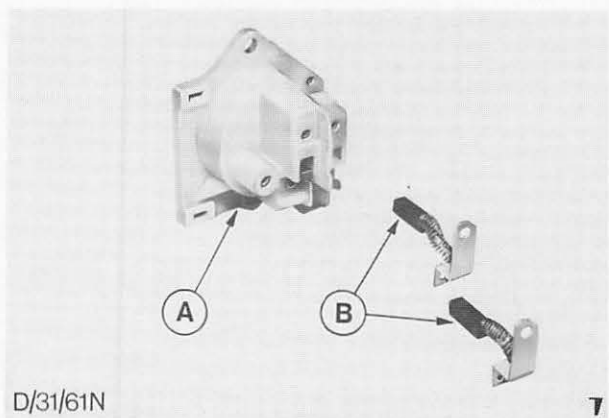

Abb. 61 A = Bürstenhalter B = Kohlebürsten
6. Kohlebürsten, B in Abb. 61, in den Bürstenhalter „A“ einsetzen und mit den Halteschrauben befestigen.